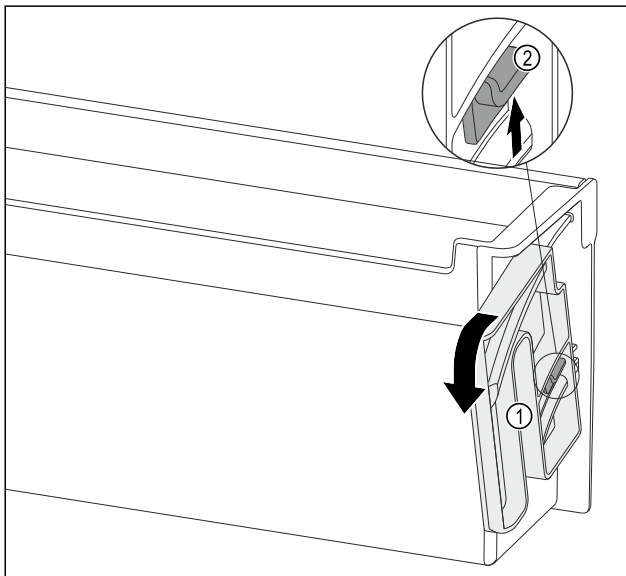

Fig. 112
- ▶ Dreheinheit Fig. 112 (1) in die angegebene Richtung bis zum Anschlag drehen.
- ▶ Lasche Fig. 112 (2) nach oben drücken und Dreheinheit Fig. 112 (1) entnehmen.